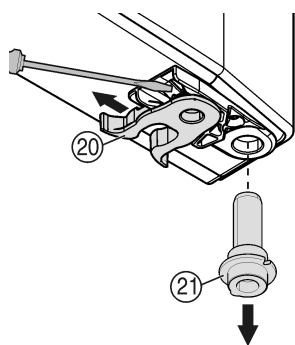

Fig. 9
- ▶ Fjederklemme Fig. 9 (20) flyttes: Tappen trykkes ned, fjederklemmen trækkes op over den og fjernes.
- ▶ Træk lejebolten Fig. 9 (21) ud af dørens bøsning og sæt den i sammen med skiven på den modsatte side. Tappen skal pege mod dørens inderside, kærven mod ydersiden.
- ▶ Sving døren ind forned og sæt lejebolten Fig. 9 (21) ind i lejekonsollen. Drej i givet fald lejebolten, så den kan falde i hak.